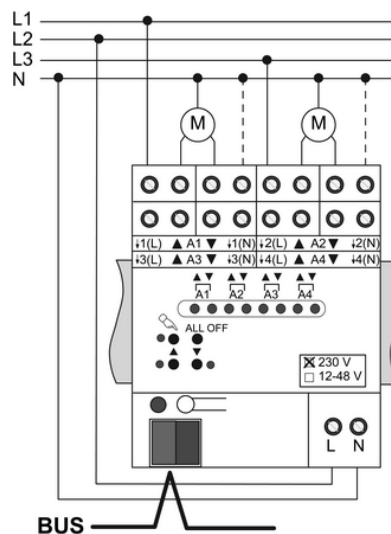

Bild 3
- Busleitung mit Anschlussklemme anschließen (Bild 3).
- Netzspannungsversorgung anschließen (Bild 3).